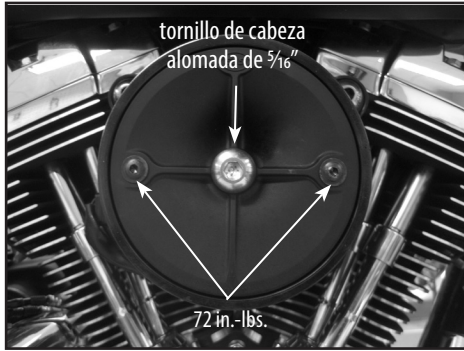

Figura 11
16. Pase los tornillos de cabeza alomada de brida de 1/4" X 20 por la placa de filtro superior, enrósquelos y apriételos homogéneamente a un par de 72 in.-lbs. como se muestra en la **figura 11**.
17. Acople una cubierta de filtro de aire S&S o una cubierta de filtro de aire para Harley-Davidson® 1999-2016 con motor big twin al kit de filtro de aire Stealth colocando el tornillo de cabeza alomada de 5/16" con Loctite® Blue 234 en la rosca y apriételo a un par de 10 ft.-lbs. Vea la **figura 11**.